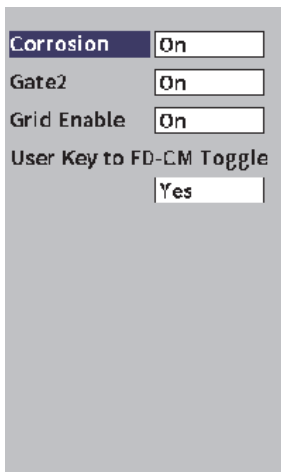

图 11-34 腐蚀对话框
3. 选择**腐蚀**图标（），打开**腐蚀**对话框（参见第206页的图 11-34）。参阅第38页的“在对话框和设置页中浏览”，了解有关使用对话框的详细信息。